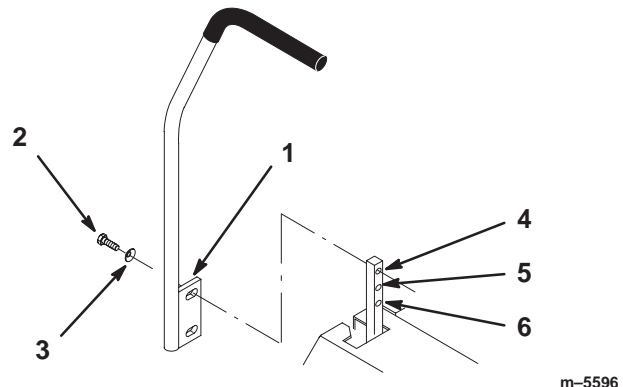

Figure 4
1. Retirez les 4 boulons (3/8 x 1") et 4 rondelles élastiques (3/8") qui fixent les leviers de commande de déplacement aux axes des bras de commande pour l'expédition (Fig. 4).
2. Placez les leviers (plaque de montage dirigée vers l'arrière) à l'extérieur des axes des bras de commande et fixez-les en place au moyen des 4 boulons (3/8 x 1") et 4 rondelles élastiques (3/8") (Fig. 4).
4. Aligned l'avant et l'arrière des leviers, l'un par rapport à l'autre, en position point mort. Desserrez les fixations et réglez en faisant glisser/en inclinant le(s) levier(s) en avant ou en arrière jusqu'à ce qu'ils soient correctement alignés (Fig. 4).